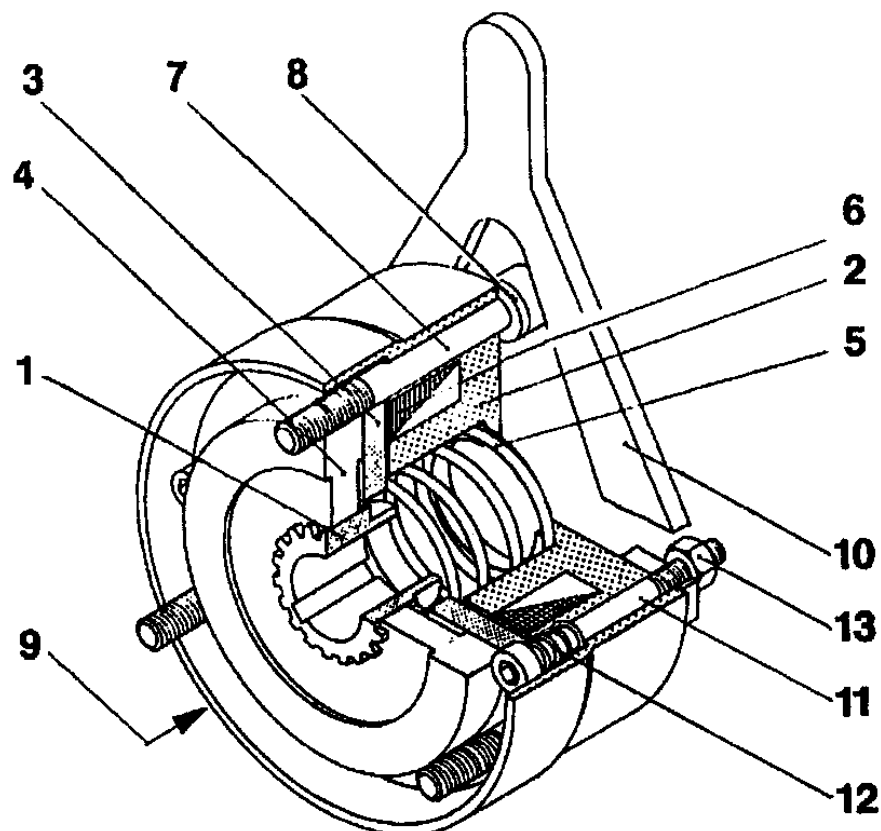

Fig. 1
Montage du frein (fig. 1)
1. Monter le moyeu (1), côté diamètre extérieur réduit en arrière (fig. 1), sur l'arbre. Placer en position correcte et fixer axialement (par ex. avec un circlip).
Les vis de transport (9/fig. 1) servent à maintenir l'ensemble du frein pendant le transport et le montage. Elles ne conditionnent pas le fonctionnement du frein et ne doivent donc pas être enlevées